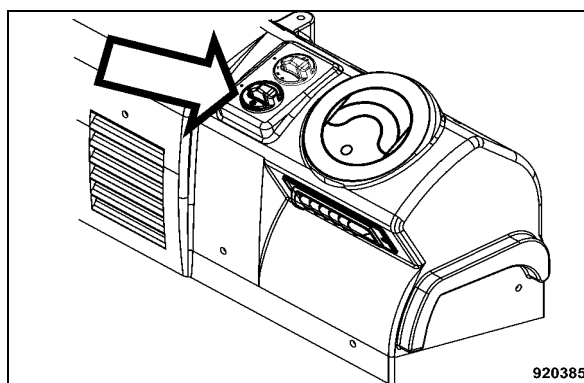

Fig. 156
- Sélectionner une température de refroidissement dans la zone bleue à l'aide de l'interrupteur rotatif du climatiseur (Fig. 156).